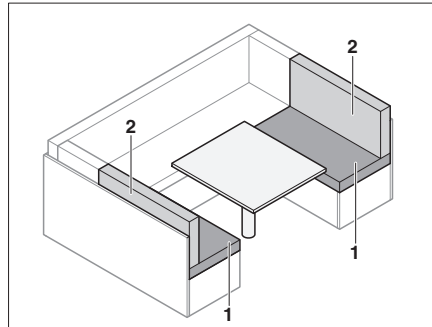

Fig. 68 Avant la transformation
- Retirer les coussins de dossier (Fig. 68,2).